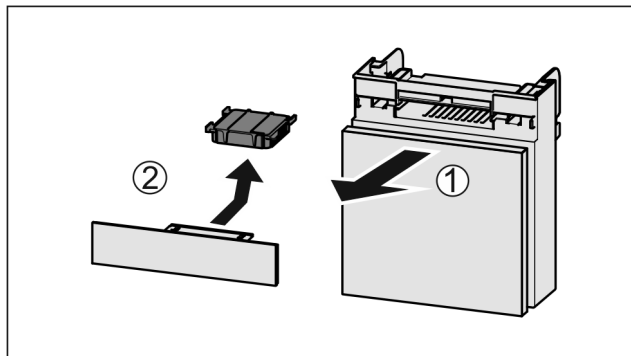

Fig. 141
- ▶ Вытянуть Fig. 141 (1) отделение движением вперед.
- ▶ Извлечение Fig. 141 (2) фильтра с активированным углем.